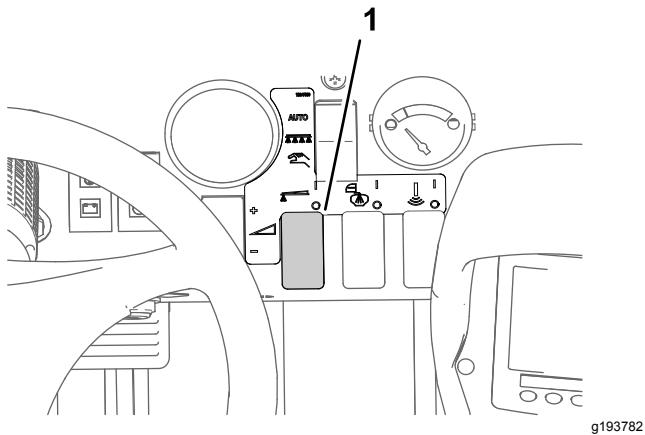

Bild 39
- Stellen Sie mit dem Dosierungsschalter den gewünschten Sprühdruck ein, wie in der Düsenauswahlanleitung angegeben, die mit dem Sprühfahrzeug geliefert wurde (Bild 39).